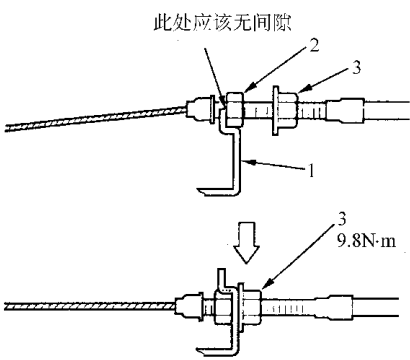

图 3-57 调节拉线自由行程
- 7) 如图 3-57 所示，对调节螺母进行调节，使之自由行程为 0mm。